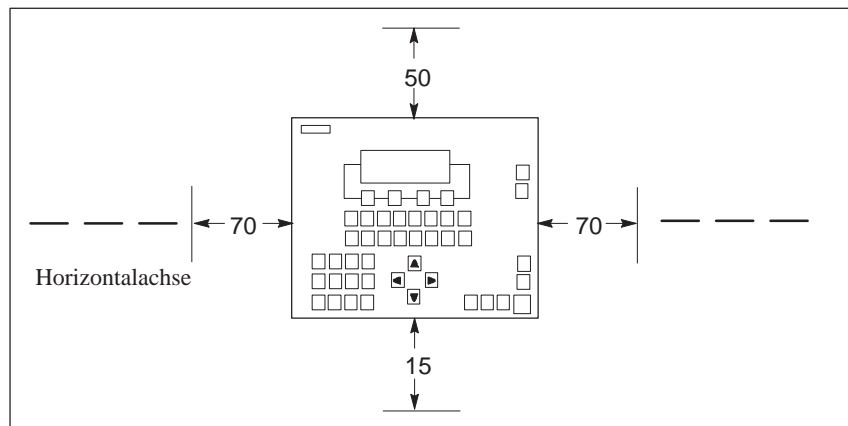

Bild 2-6 Abstandsmaße beim Einbau des C7
- An den Seiten des C7 sind für Kabelabgänge und zur Luftzirkulation Mindestabstände einzuhalten. Siehe Bild 2-6.